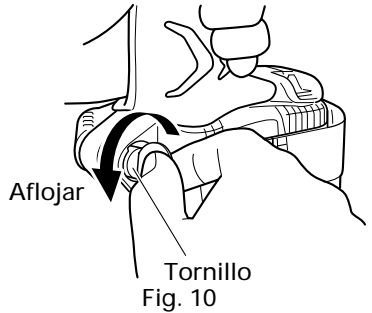

Fig. 10
- (a) Sujete firmemente la unidad principal y saque el tornillo usando un destornillador de cabeza ranurada o una moneda. (Fig. 10)
- (c) Instale el gancho y el resorte en el otro lateral y asegure firmemente con el tornillo. (Fig. 10)